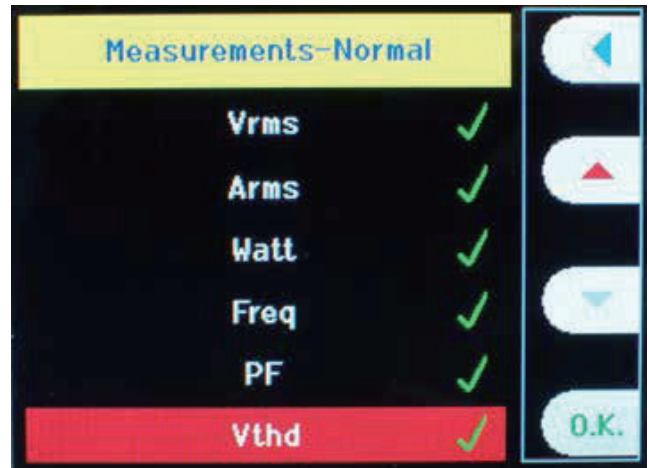

图 9. 选择 Athd 参数窗口。
- 使用向下滚动键，向下滚动测量菜单，选择要求的测量（本例中为 Athd），如图 9 所示。